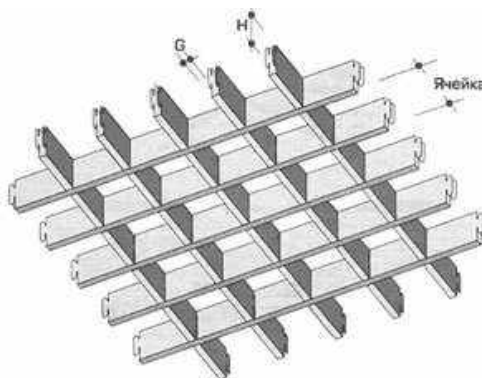

Рис. 1. Основные параметры потолка типа «грильято».
1.4 Основные геометрические параметры подвесных решетчатых потолков «грильято», на которые распространяется действие настоящих Рекомендаций (см. рис. 1):